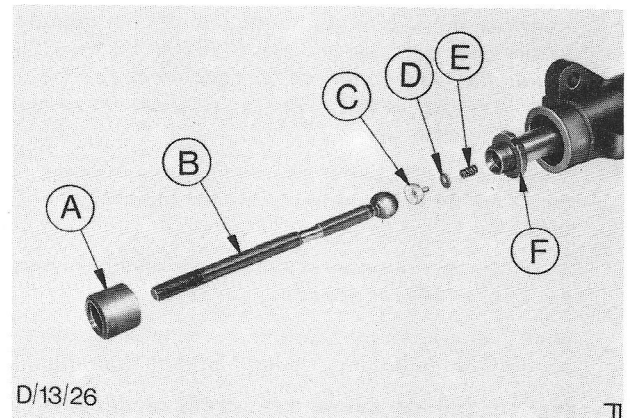

Fig. 14. Spoorstang en kogelgewricht - Onderdelen.
5. Demonteer de beide spoorstangen, zie fig. 14.